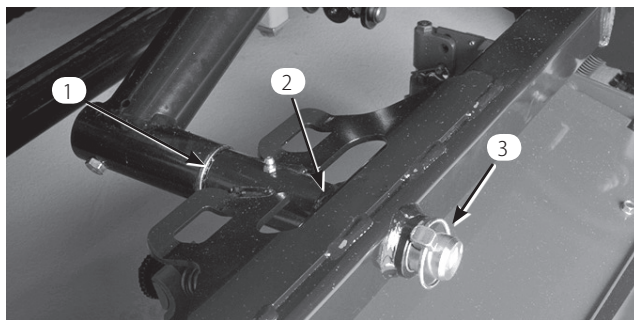

図 15
2. ピボット・ロッドに、カッティングユニットのキャリアフレームを通し、リンチ・ピンで固定する (図15)。